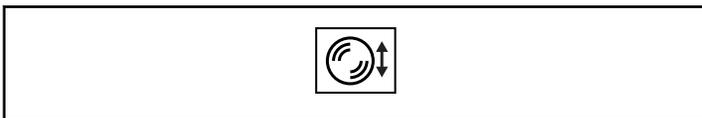

Figura 23
1. Aperte a tecla debaixo do ícone Mudar velocidade de centrifugação. Consulte a *Figura 23*. Aparece a tela Mudar velocidade de centrifugação. Consulte a *Figura 24*.